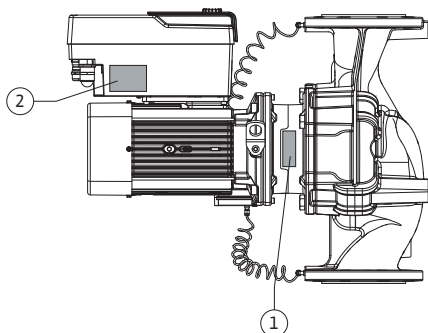

Fig. 2: Firmenные таблички
**Фирменные таблички (Fig. 2)**